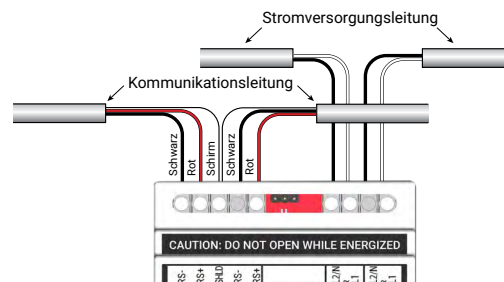
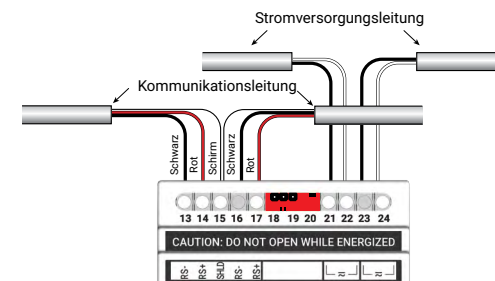

Abbildung 3a: Anschlüsse für Stromversorgung und Telemetrie für TTSIM-3-LV/LVS und TTSIM-4-LV
Abbildung 3b: Anschlüsse für Stromversorgung und Telemetrie für TTSIM-3/4-HV/HVS
Die Anschlüsse für Stromversorgung und Telemetrie sind in Abbildung 3a und Abbildung 3b sowie in den Tabellen 1a und 1b dargestellt.
- Isolieren Sie die Adern auf ca. 6 mm (¼ in) ab und stellen Sie anschließend die folgenden Verbindungen her (siehe Abbildung 3a und Abbildung 3b).